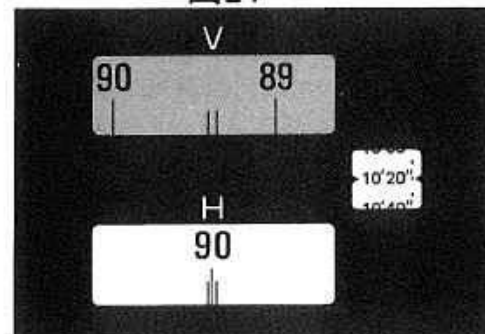

図25
- 4) 水平固定つまみ⑧をゆるめ、本体を $90^{\circ}$ ほど右回転させ、水平固定つまみを締めます。水平微動つまみ⑨を使って $90^{\circ}$ の目盛線をH窓の固定指標の中央にいます。(図25)